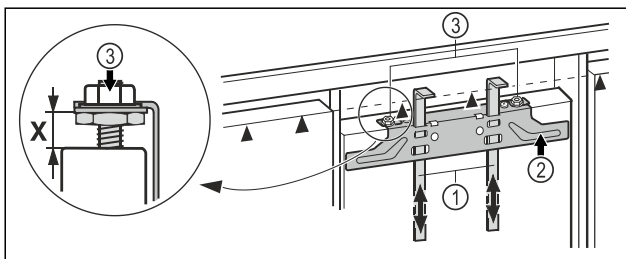

Fig. 18
- Montažni pripomoček Fig. 18 (1) pritisnite na višino vrat pohištva. Spodnji omejevalni rob ▲ montažnega pripomočka = zgornji rob vrat pohištva, ki jih montirate.
- Pritrdilni prečnik Fig. 18 (2) odvijte nad protimatico Fig. 18 (3).